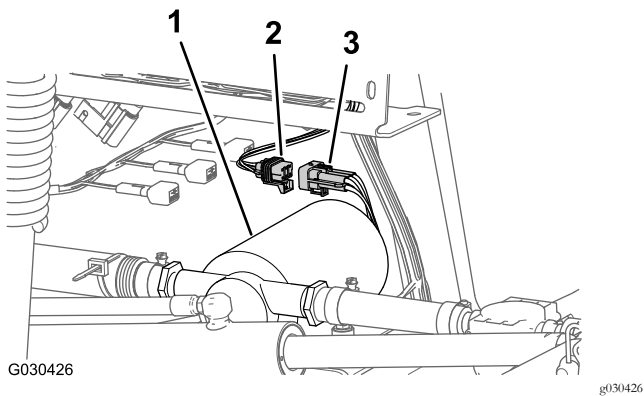

図 8
2. 後方ワイヤハーネスの6ソケットコネクタから、すすぎポンプハーネスの6ピンコネクタを外す (図 8)。